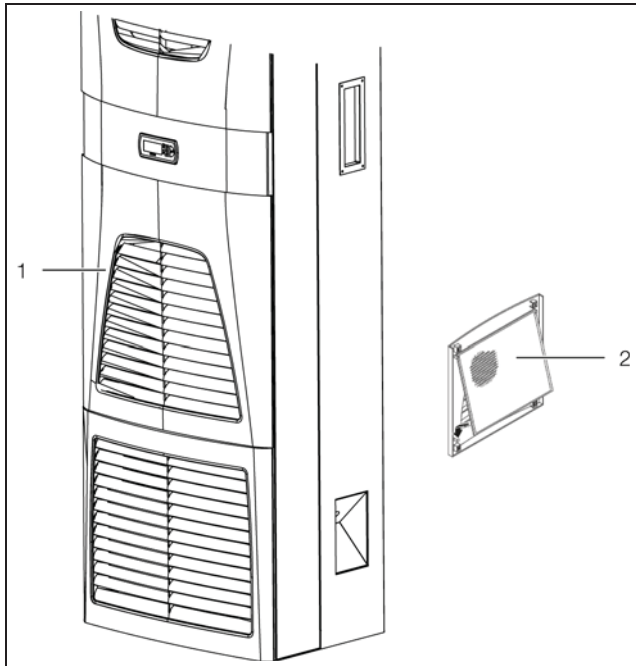

Fig. 51 : Installer la cartouche filtrante (3360.100, 3360.250, 3360.470)
- Déposer la grille à lamelles de l'entrée d'air (fig. 51, pos. 1).
- Insérer la cartouche filtrante (référence 3286.410) dans la grille à lamelles (fig. 51, pos. 2) et la remettre en place par simple pression sur le carter.